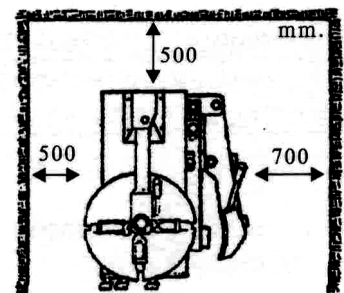

Рис. 4
4. Установка полуавтоматического станка (рис.4)
Место установки должно, как минимум, соответствовать требованиям, указанным на рис.4, чтобы обеспечить свободное движение всех частей станка.